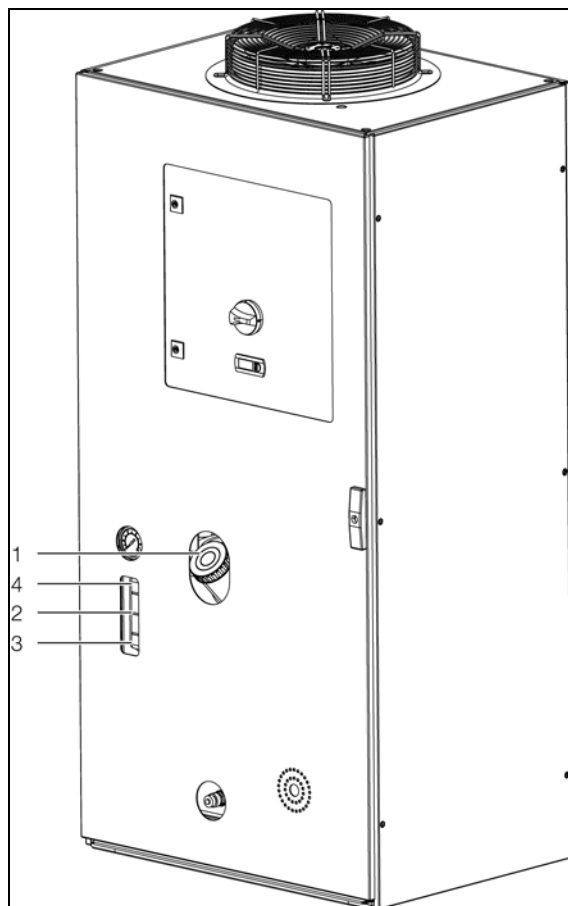

Рис. 32: Заполнение охлаждающей жидкостью (на примере 3335.790)
■ Залейте охлаждающую жидкость через штуцер (рис. 32, поз. 1) в бак чиллера.
Необходимый уровень (между мин. и макс.) можно определить по индикатору уровня (рис. 32, поз. 2) с наружной стороны, без необходимости открывания двери чиллера.